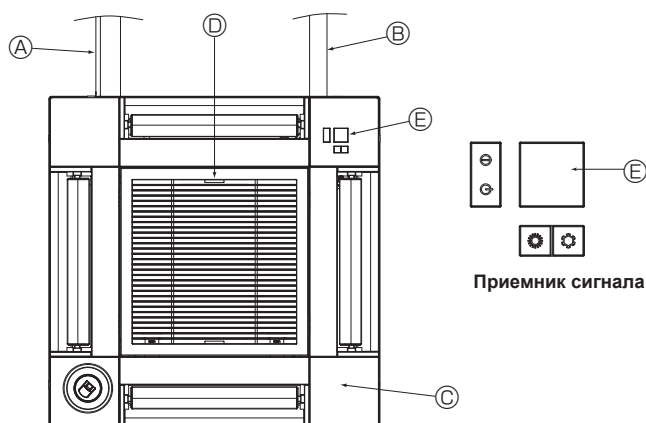

Fig. 10-17
- ② Отсоедините разъем мотора дефлектора, который вы хотите заблокировать. (При нажатии кнопки снимите разъем в направлении, указанном стрелкой, как показано на схеме). После снятия заизолируйте разъем изолентой.
10.5. Установка решетки впуска воздуха (Fig. 10-17)